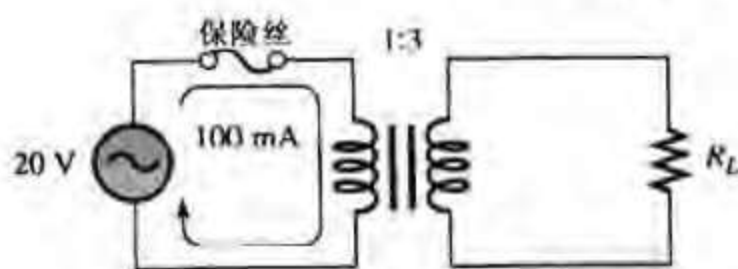

图 15.44
参见图 15.44
12. 求图 15.44 中 I_L 和 R_L 的值。